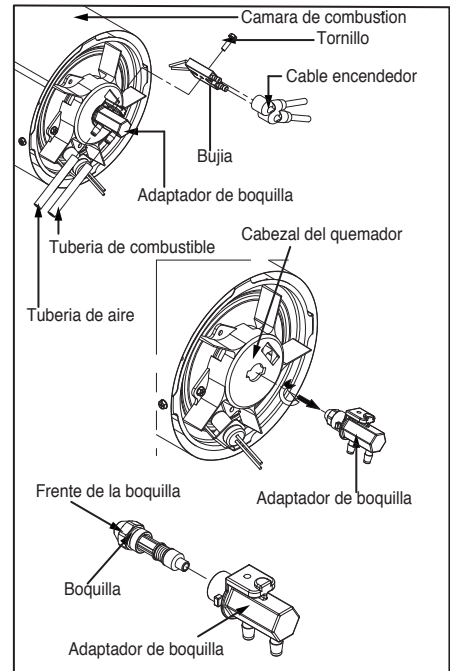

Figura 14. Reemplazo de la boquilla
- Gire el adaptador de boquilla 1/9 de giro (40°) en dirección contraria a las manecillas del reloj y jale hacia el motor para retirar. (Consulte la figura 14)